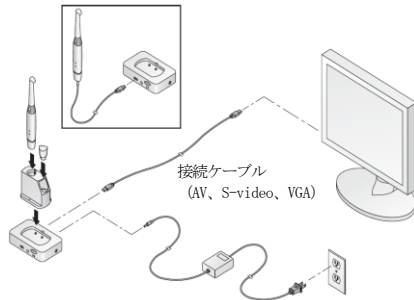

図 5
- (1) ドッキングステーション底部の出力スイッチで映像出力の切り換えを行い、ドッキングステーションとモニターを接続し (図 5)、モニターのスイッチを入れて、SD カードをドッキングステーションの SD カード挿入口に挿入する。